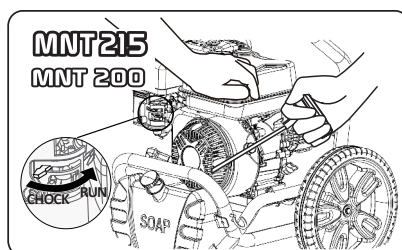

Fig.10
- En tenant la machine avec la main, tirez lentement sur la poignée de rappel (cordon du lanceur) jusqu'à ce que vous sentiez une résistance, puis tirez rapidement avec force (fig. 10 et fig. 10 bis)
Fig.10 bis